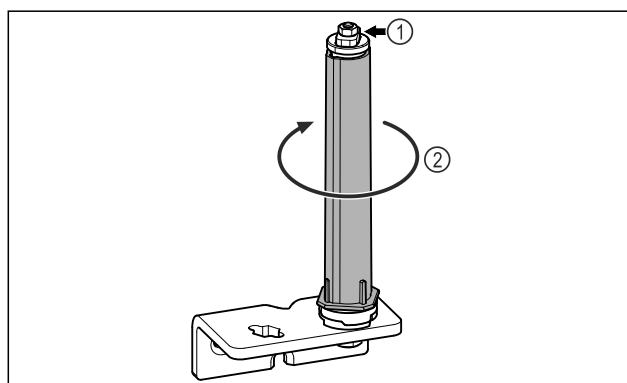

Fig. 29
- Älä pura ovijärjestelmää Fig. 29 (1) osiin.
- Käännä sulkujärjestelmää Fig. 29 (2), kunnes se naksahtaa.